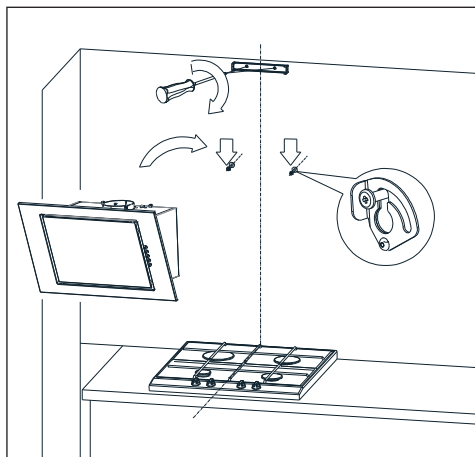

Fig.12 Suspension du capot
3. Vissez l'élément de fixation du corps de cheminée, accrochez la hotte sur deux vis non serrées (Fig. 12).